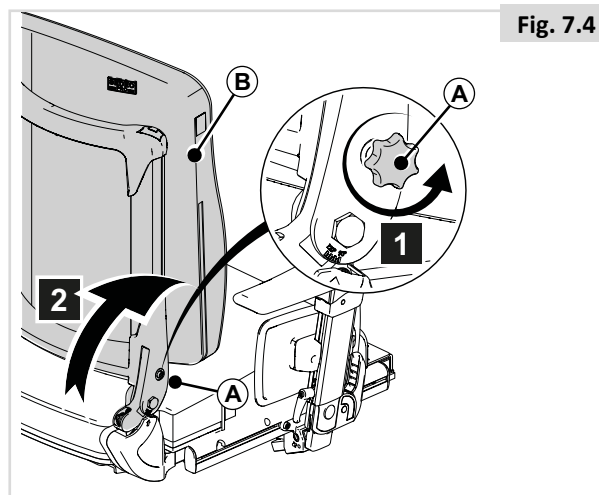

Fig. 7.4
7.3 Hurtigtutløsning av nedleggbar rygg (Fig 7.4)